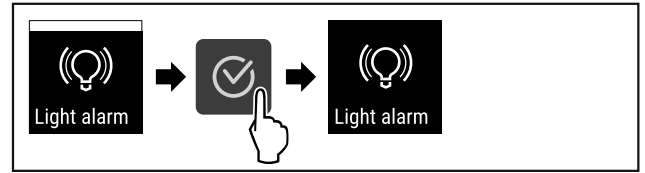

Fig. 98
- ▶ Obavite korake postupka (pogledajte Fig. 98).